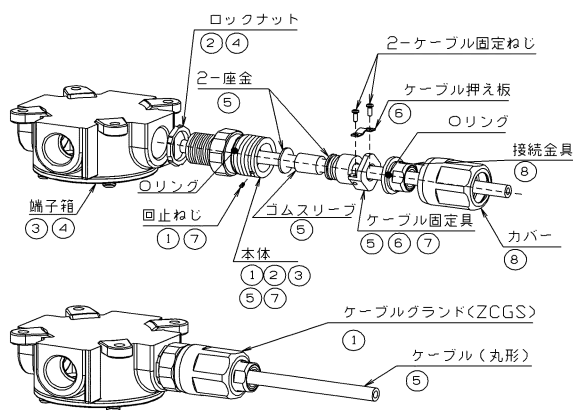

図3
■ケーブルグラントの取付け (図3)
- ① ケーブルグラントを図3のように分離し、ケーブルをケーブルグラントに「カバー、接続金具、ケーブル固定具、座金、ゴムスリーブ、座金、本体、ロックナット」の順に通してください。